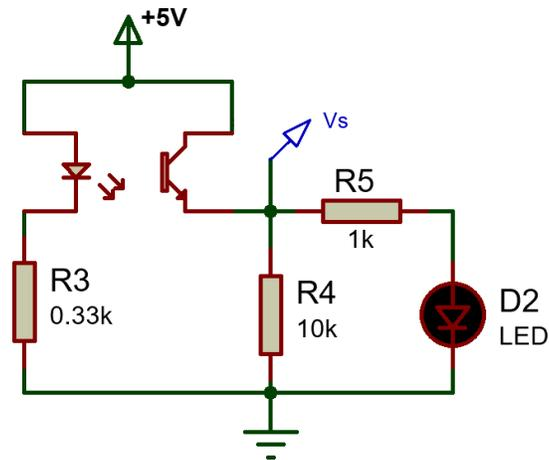

Figura 2.4. Circuito de detección de presencia.
7. Arme el circuito de la figura 2.4, colocando los elementos ópticos a unos 5 cm de distancia entre ellos y cuidando que el diodo emisor quede apuntando directamente hacia el fototransistor. Mida el voltaje de salida.